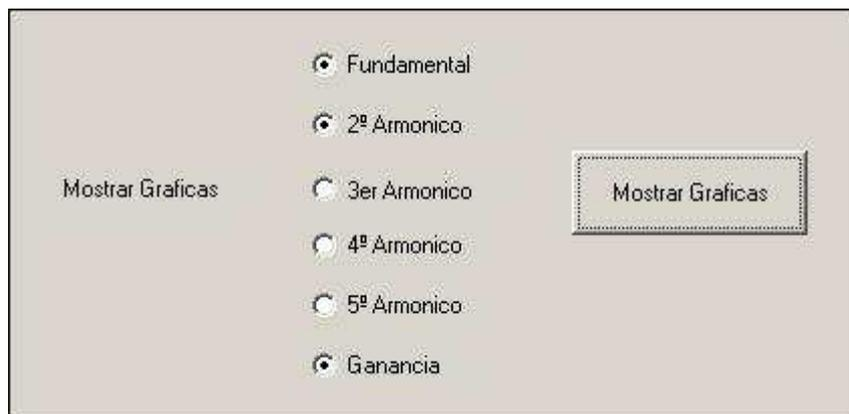

Figura 34. Mostrar resultados
- Por último se encuentra la opción de **Mostrar los resultados** obtenidos o parte de ellos, según prefiera el usuario. En la Figura 34 hemos marcado el armónico fundamental, el segundo y la ganancia, por ejemplo.